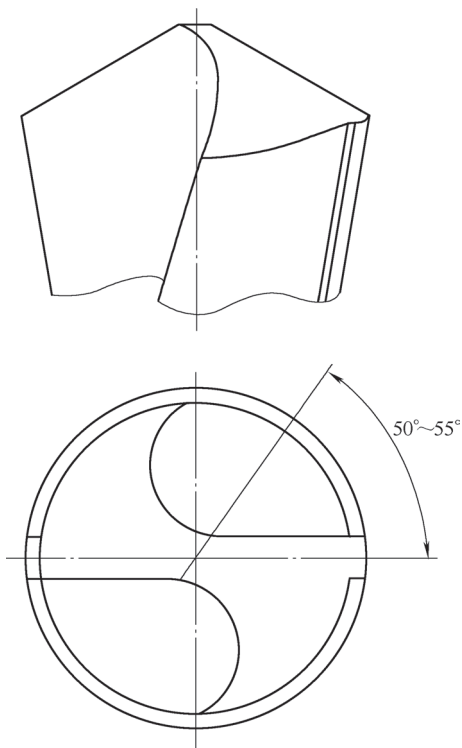

图3 横刃斜角
3) 解决方法：刃磨时，减少麻花钻绕自身轴线做顺时针旋转动作的幅度，逐渐增大横刃斜角，保证横刃斜角角度为 $50^\circ \sim 55^\circ$ （见图3）。